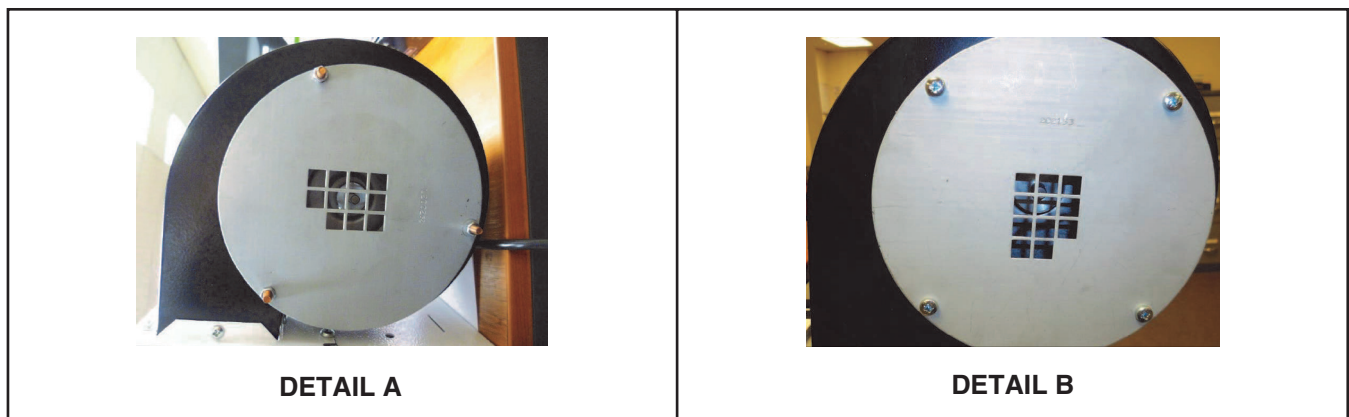

Figure 1. Plaque d'orifice de ventilateur (modèle VPS)
- a. Pour les unités de tailles 060–170, retirez et conservez trois écrous des goujons du ventilateur (voir **Figure 1**, DÉTAIL A).
- b. Pour l'unité de taille 200, retirez et conservez les quatre vis qui fixent la plaque à orifice du ventilateur (voir **Figure 1**, DÉTAIL B). **NE PAS** retirer la plaque d'orifice du ventilateur.